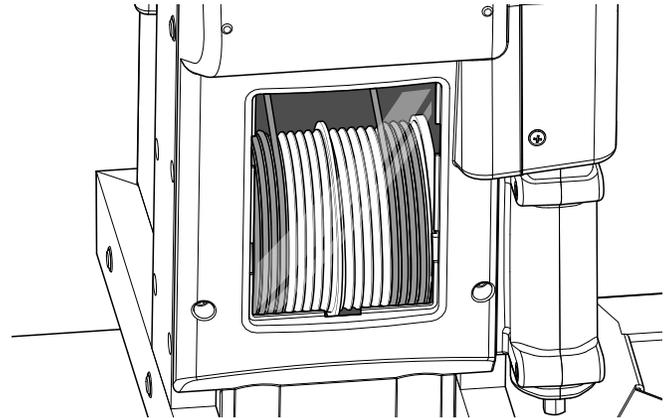
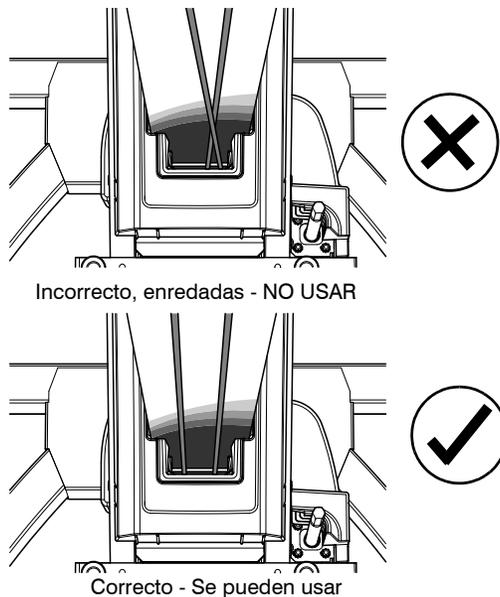

Figura 6-3. Vista de tambor a través de la ventana de inspección
Figura 6-4. Alineación de las cuerdas a través del carruaje
2. Verificar que la cuerda está correctamente en el tambor (Figura 6-3.).
3. Verificar que la cuerda está en la ubicación correcta en el carruaje. (Figura 6-4.).
5. Volver a verificar la alineación correcta de la cuerda (Figura 6-3. y Figura 6-4.). Ambas cuerdas deben estar tensas. Si las cuerdas no están tensas, comunicarse con el Centro de servicio autorizado de JLG.
7. Realizar todas las revisiones previas al funcionamiento antes del uso posterior de la máquina. También, retirar la plataforma y volver a verificar la alineación de las cuerdas según la Figura 6-3. y la Figura 6-4. después de la primera elevación, la cual no debe ser más alta que 1 m (3 ft). Asegurarse que ambas cuerdas están tensas y que permanecen en esa condición todo el tiempo.